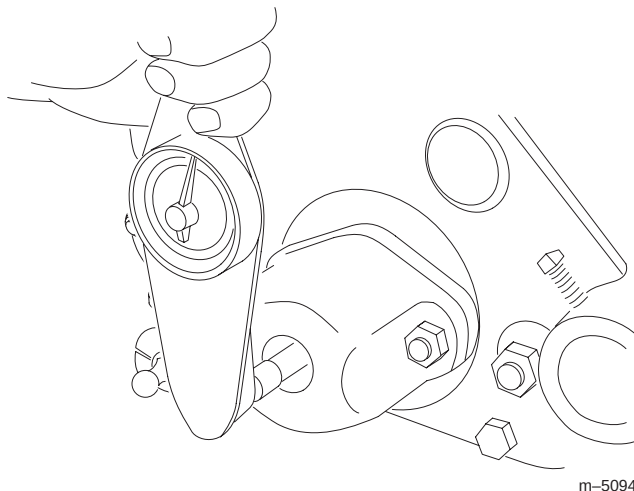

Bild 12
2. Der Widerstand des Spindellagers sollte zwischen 1 Nm liegen. Sie können dies mit einem Drehmomentschlüssel messen (Bild 12).